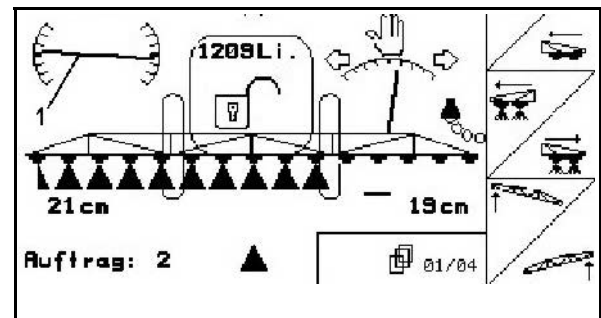

Рис. 84
2. На дисплее символ регулировки наклона (Рис. 84/1) показывает выбранный наклон штанг опрыскивателя. Здесь поднята левая сторона штанг опрыскивателя.